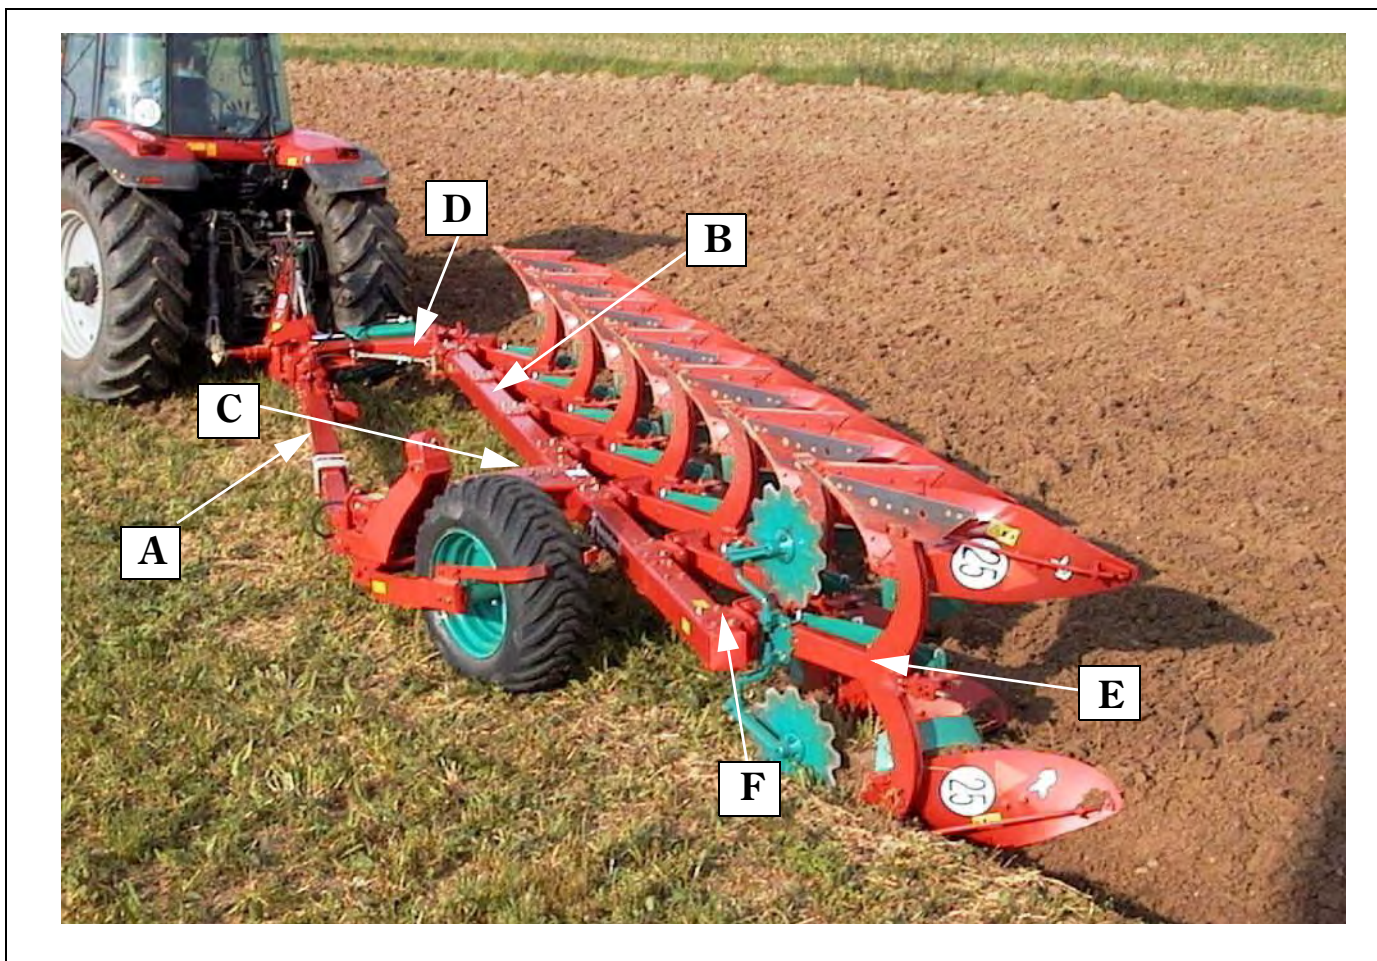

рис. 1
Плуг (рис. 1) состоит из буксирной рамы (А), основной рамы(В), которая соединена с (А) с помощью фиксированного (С) и поворотного рычагов (D).